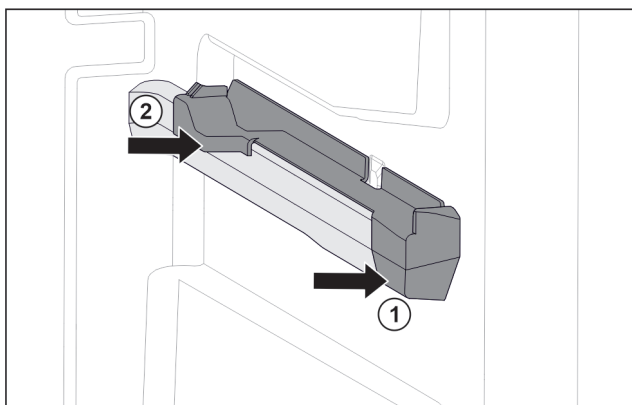

Fig. 125 Násuvný diel na pravom rebre nádoby
- ▶ Nasadte násuvný diel vpredu na rebro nádoby. Fig. 125 (1)
- ▶ Pritlačte násuvný diel vzadu. Fig. 125 (2)